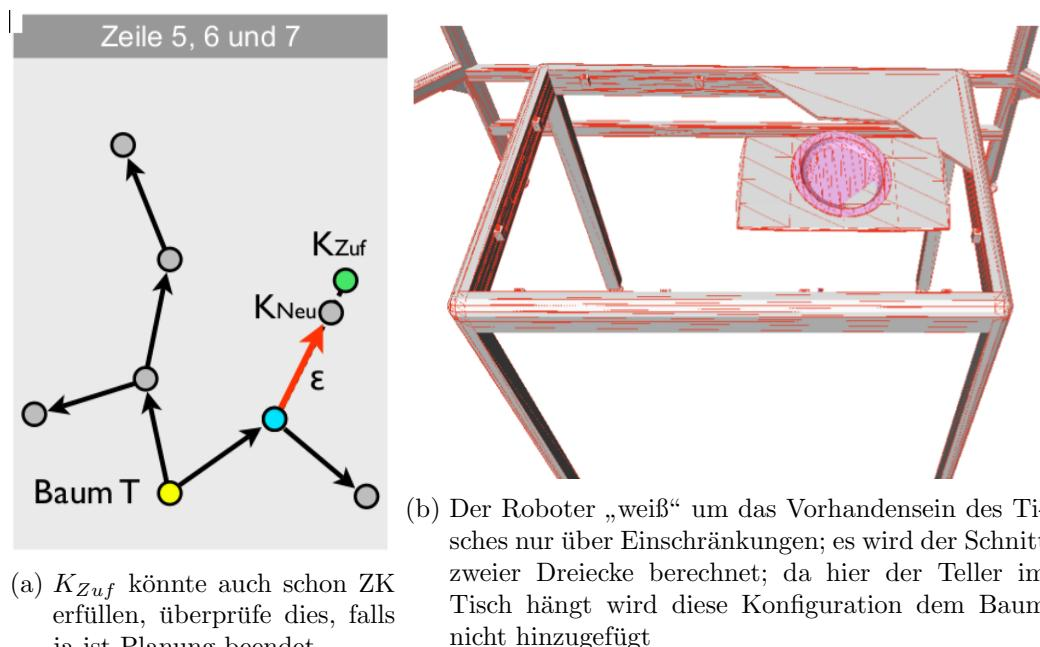

Abbildung 32: Einbeziehung von Einschränkungen und Kollisionen
**Frage 1 & 2: Einbeziehung von Einschränkungen und Umgang mit Kollisionen** (vgl. Abbildung 32)